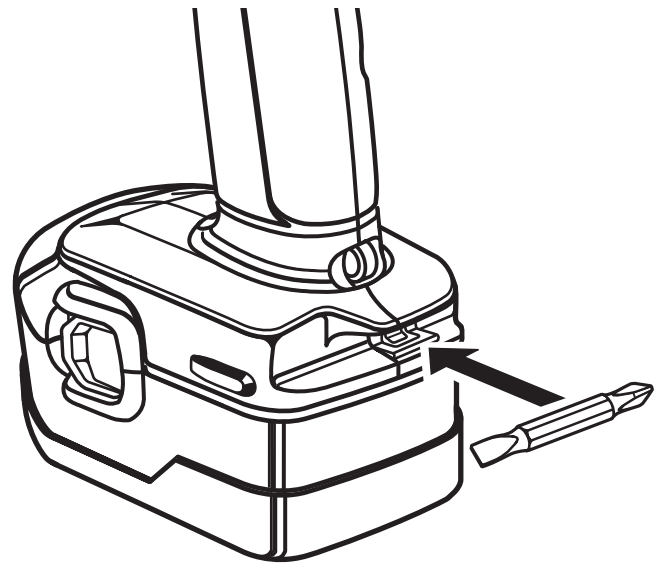

Fig. 14
Voir la figure 14.
- Insérer la clé hexagonale dans le mandrin et serrer fermement ce dernier. Frapper la clé vers la droite d'un coup sec avec un maillet. Ceci serre le mandrin sur la broche. *Voir la figure 14.*